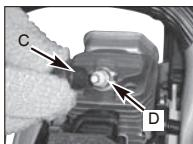

Fig. 18B
3. Scollegare il connettore del cavo (C) dalla candela (D) tirandolo e ruotandolo allo stesso tempo (Fig. 18B).